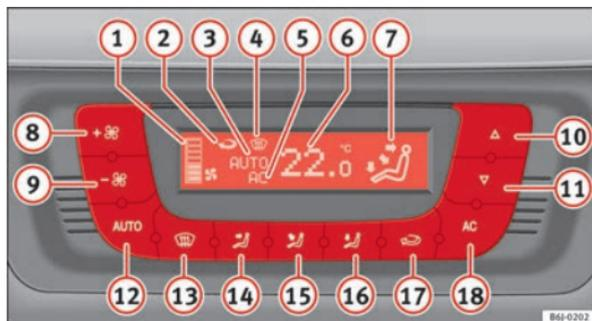

Abb. 94 In der Instrumententafel: Bedienelemente Climatronic
- Drücken Sie die Tasten und ⇒ Abb. 94, um die Temperatur einzustellen.
- ④ Defrost-Anzeige
- ⑤ Anzeige AC (Klimaanlage ist eingeschaltet)
- ⑥ Anzeige der gewählten Innenraumtemperatur
- ⑦ Anzeige der Luftstromrichtung
- ⑧ Erhöhung der Gebläseleistung
- ⑨ Verringerung der Gebläseleistung
- Drücken Sie die Taste . Die Anzeige \Rightarrow Abb. 94  erscheint.
- Drücken Sie die Tasten  und  \Rightarrow Abb. 94, um die im Fahrzeuginnenraum gewünschte Temperatur einzustellen. Es wird empfohlen, eine Temperatur von 22°C (72°F) einzustellen.
- Drücken Sie eine der Tasten ⇒ Abb. 94 **14** bis **16** oder drücken Sie den Gebläseregler **8** und **9**. Die Anzeige **3** erlischt.
Das Gebläse kann mit den Tasten **8** und **9** eingestellt werden ⇒ Abb. 94. Ist das Gebläse ausgeschaltet (am Display wird keine Gebläsestufe **1** angezeigt) und die Taste **9** gedrückt gehalten, wird die Climatronic ausgeschaltet. Dies wird durch **OFF** im Display angezeigt.
- Drücken Sie die Taste , um den Umluftbetrieb ein- oder auszuschalten. Der Umluftbetrieb ist eingeschaltet, wenn das Symbol  ⇒ Abb. 94 im Display angezeigt wird.